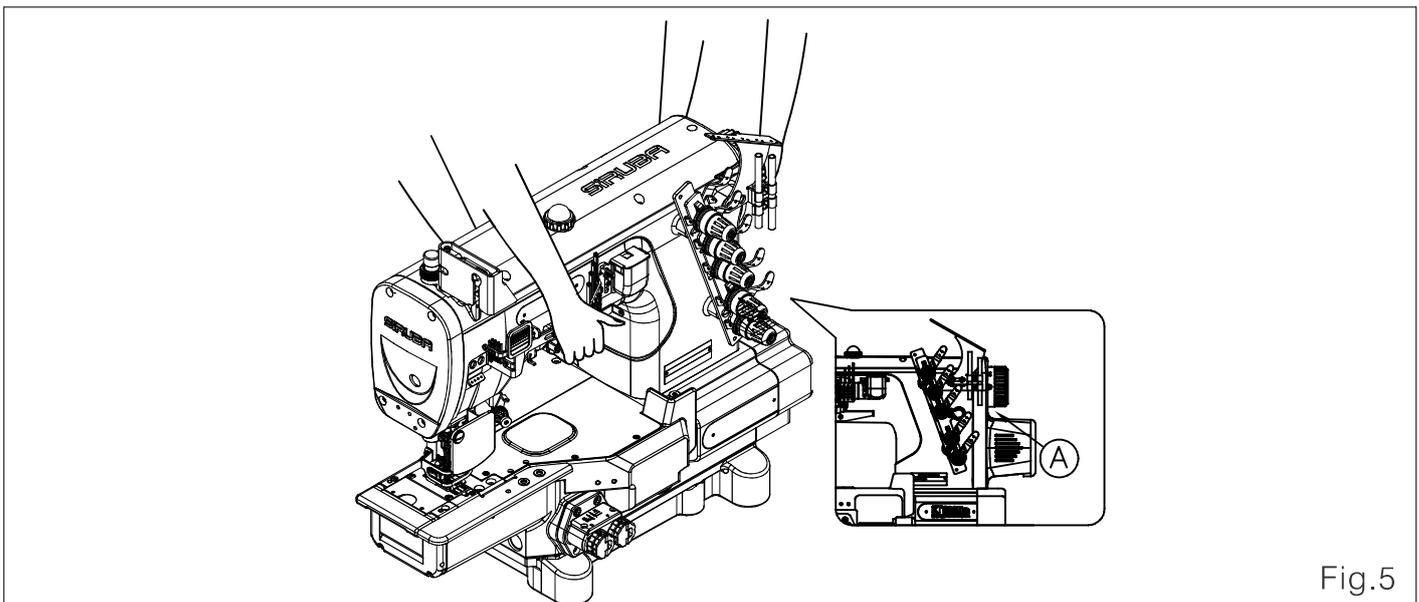

Fig.5
3. Por favor use um par de sapatos para carga pesada, enquanto movimentar a máquina de costura. (Fig.5)